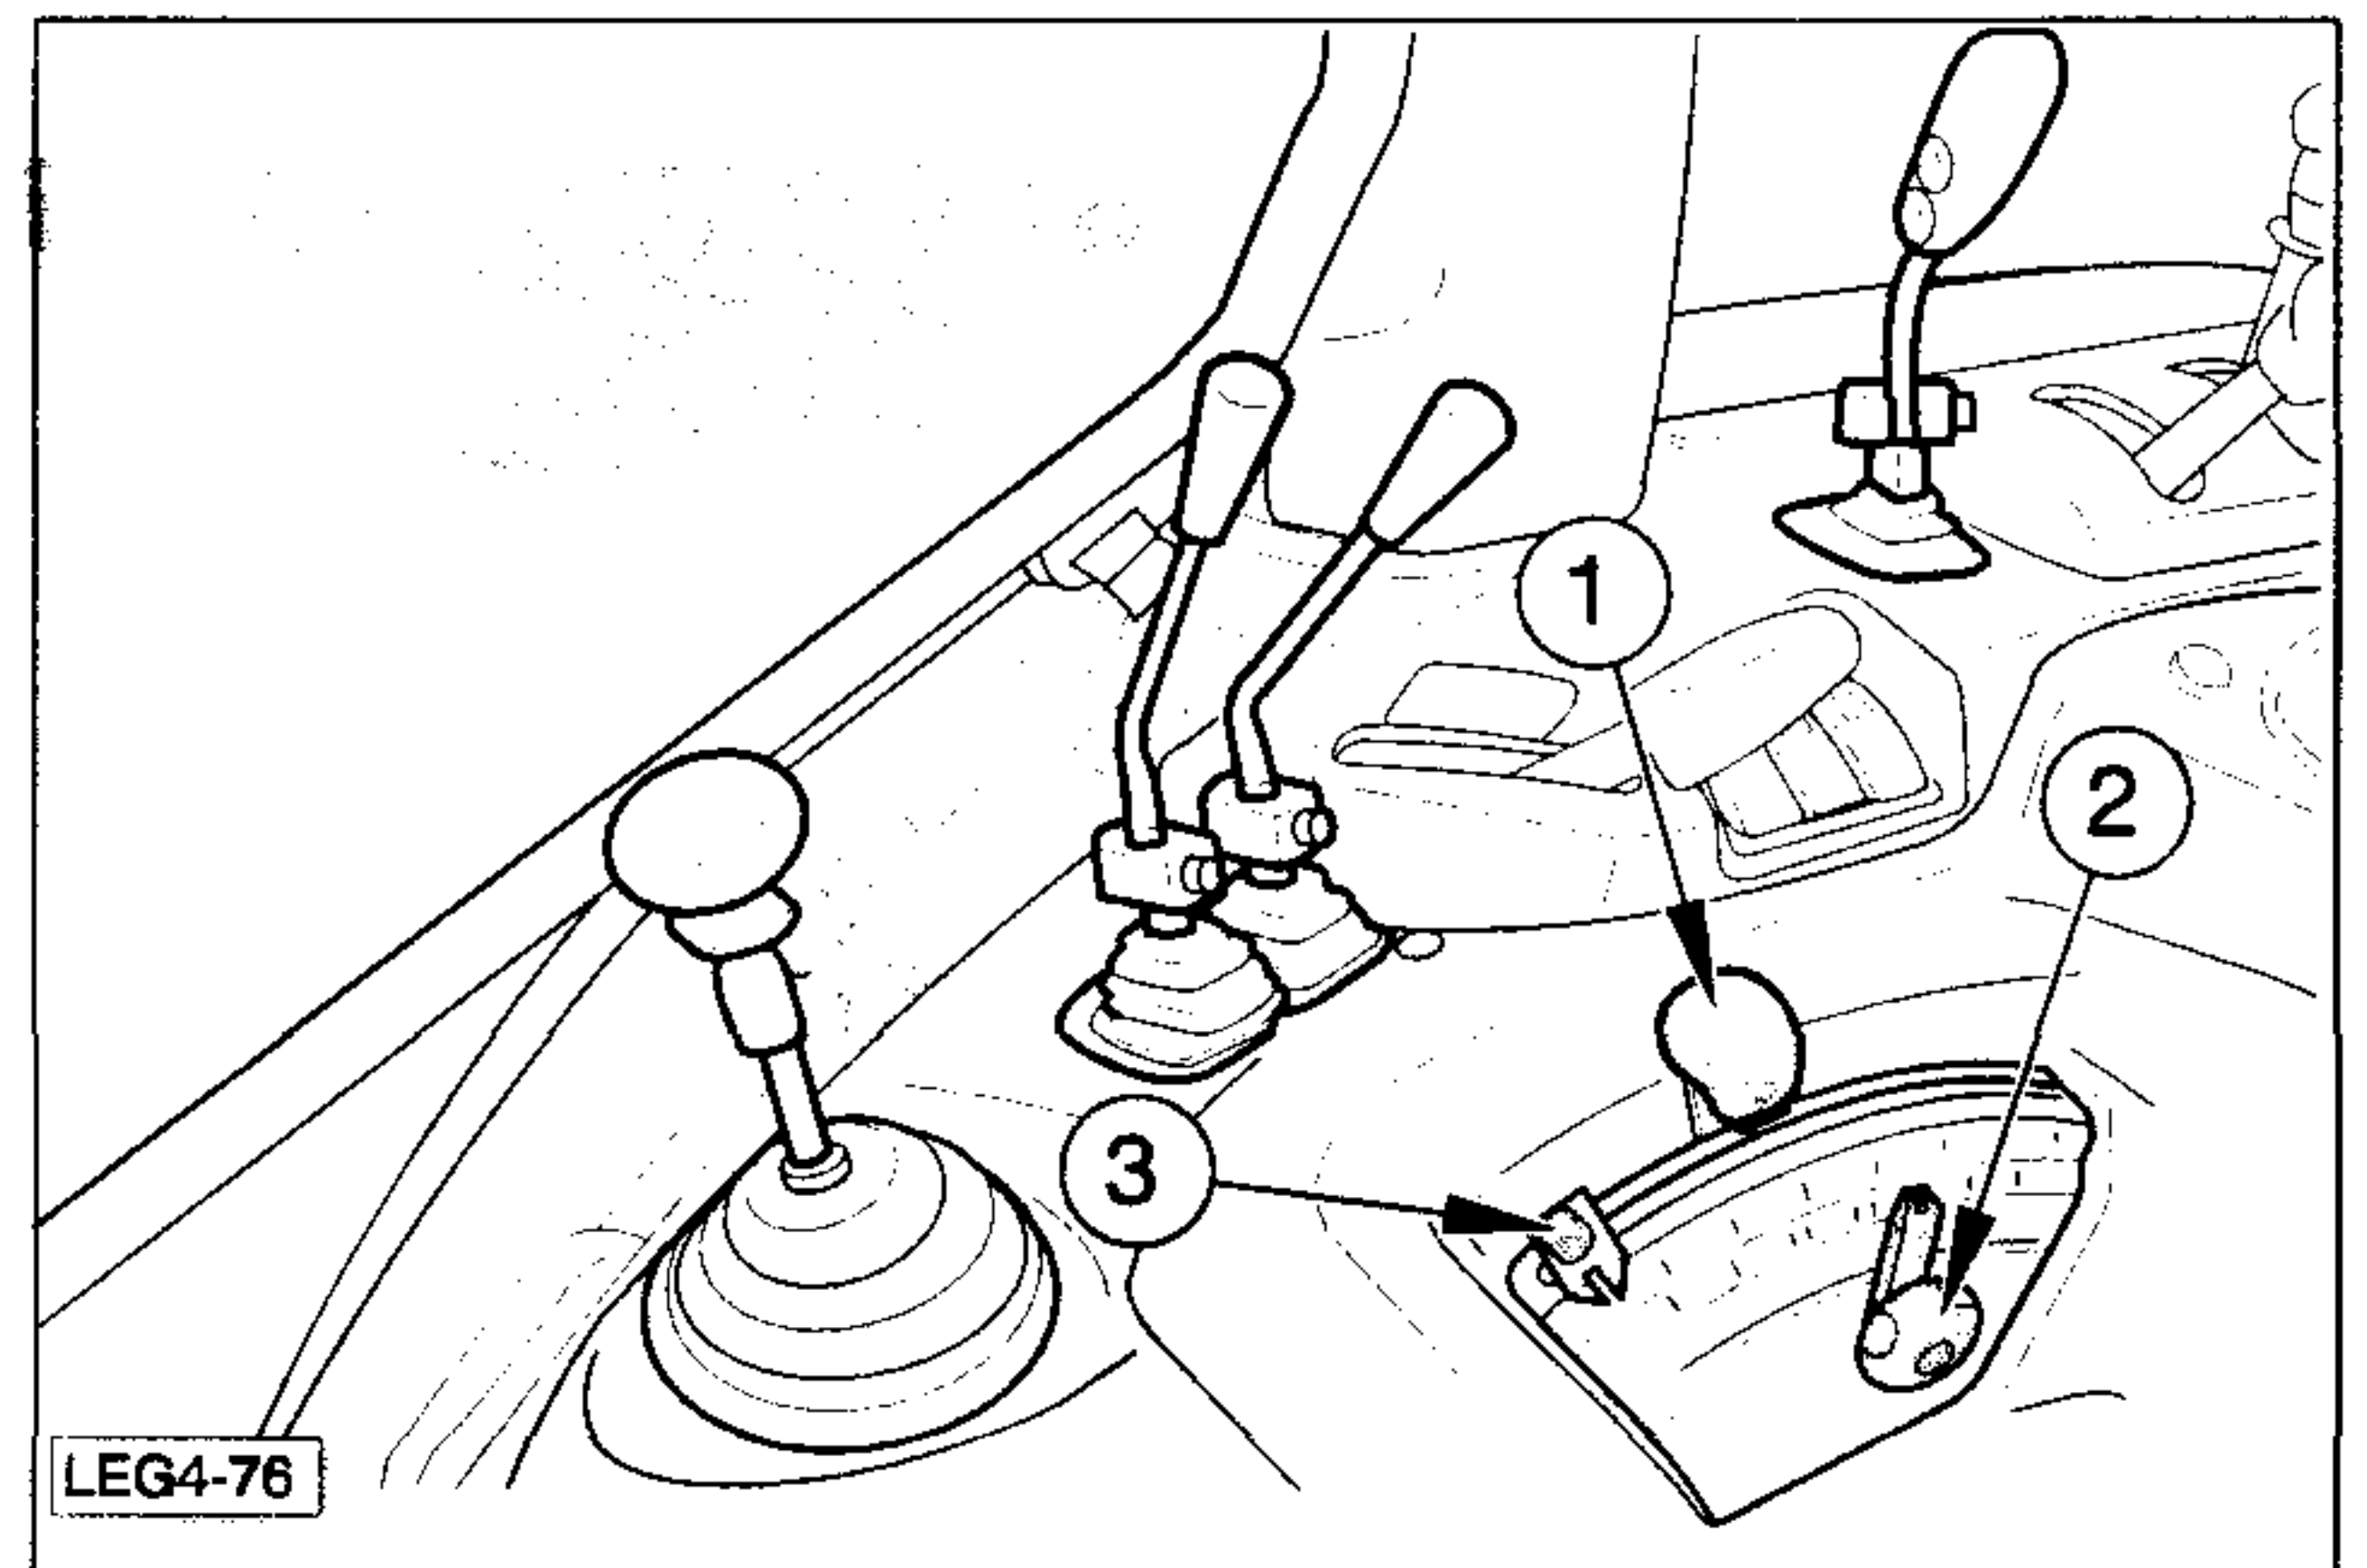

Fig.4-86- Top
Llevando el pomo de selección (2 - Fig. 4-86) completamente hacia adelante el elevador trabaja con el control de esfuerzo puro y llevandola completamente hacia atrás trabaja con el control de posición puro; colocando la palanca en posiciones intermedias, el elevador trabaja en Intermix, es decir en condiciones mixtas de control de esfuerzo y de posición.
(Fig. 4-86) El empleo flotante del elevador se logra llevando la palanca de selección (2) toda hacia atrás en posición controlada y la palanca de mando brazos (1) toda hacia adelante. Para bajar y alzar el equipo operar solamente con la palanca de mando (1).